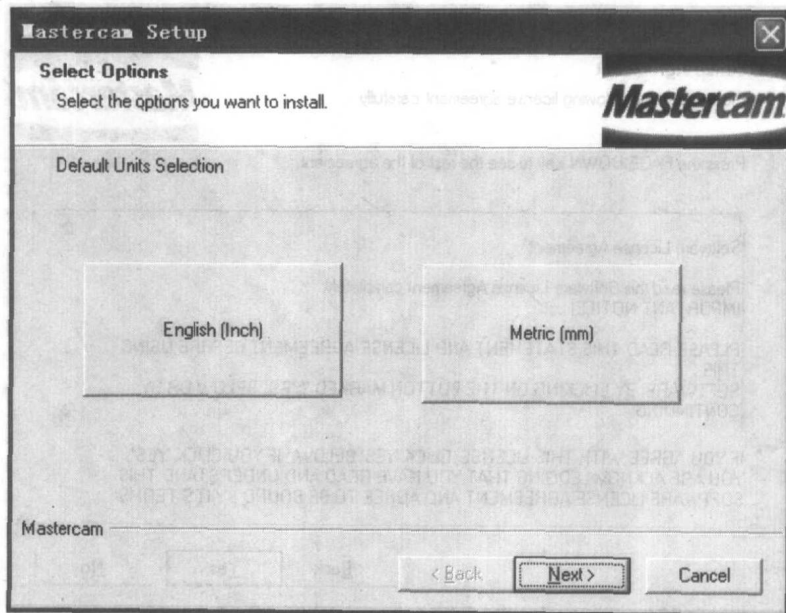

图 1.4 选择系统工作单位
(4) 出现如图 1.4 所示的提示，单击【Metric (mm)】按钮，单击【Next】按钮。